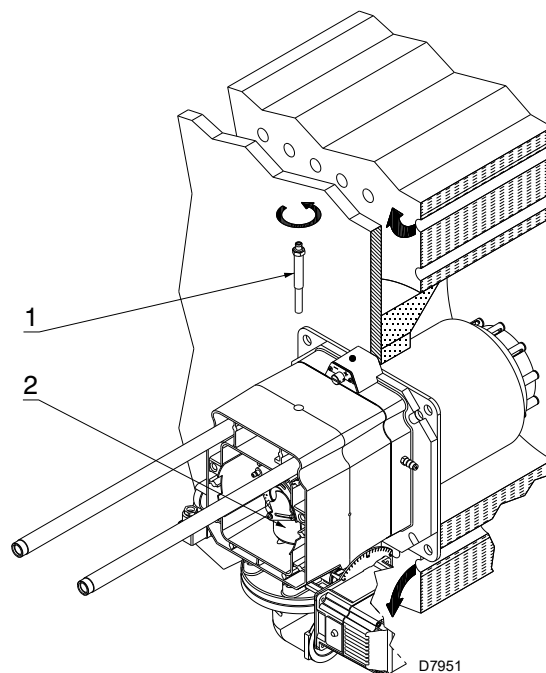

Fig. 15
- scoateți șurubul 1)(Fig. 15);
- Scoateți partea internă 2)(Fig. 15) a capului și calbrați-o.
În acest moment al instalației, capul de ardere este fixat pe centrală ca în Fig. 15 la pag. 21.